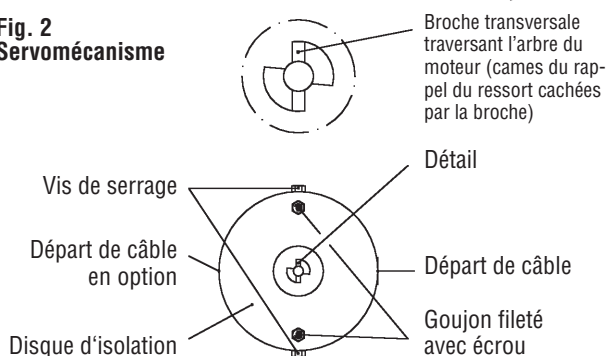

Fig. 3
6. Suspendez le servomoteur de biais dans la platine support. Pour ce faire, faites d'abord passer l'écrou desserré à travers la partie élargie du trou ovale. (Fig. 3)